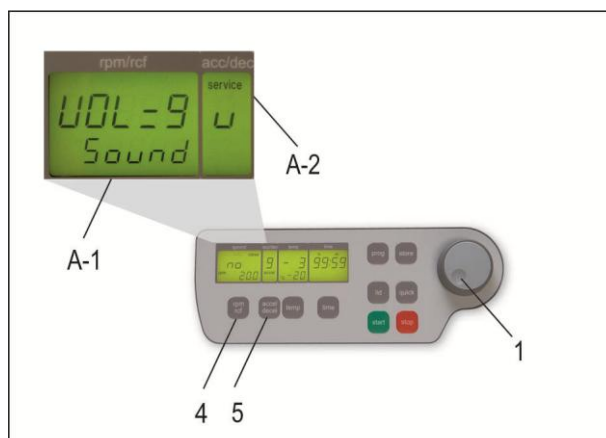

Abbildung 6
Öffnen Sie wie unter Punkt 1.8.1 beschrieben das Menü „Grundeinstellungen“. Danach drücken Sie die Taste „accel/decel“ (5). Im Anzeigenfeld „accel/decel“ (A-2) blinkt der Schriftzug „service“. Wählen Sie nun mit dem Einstellregler (1) den Buchstaben „U“. Daraufhin erscheint im Anzeigenfeld „rpm/rcf“ (A-1) der Schriftzug „Vol=0-9/Sound“. Nachdem Sie die Taste „rpm/rcf“ (4) gedrückt haben, kann mit dem Einstellregler (1) die gewünschte Lautstärke zwischen 0 (leise) und 9 (laut) eingestellt werden. (siehe Abbildung 6)